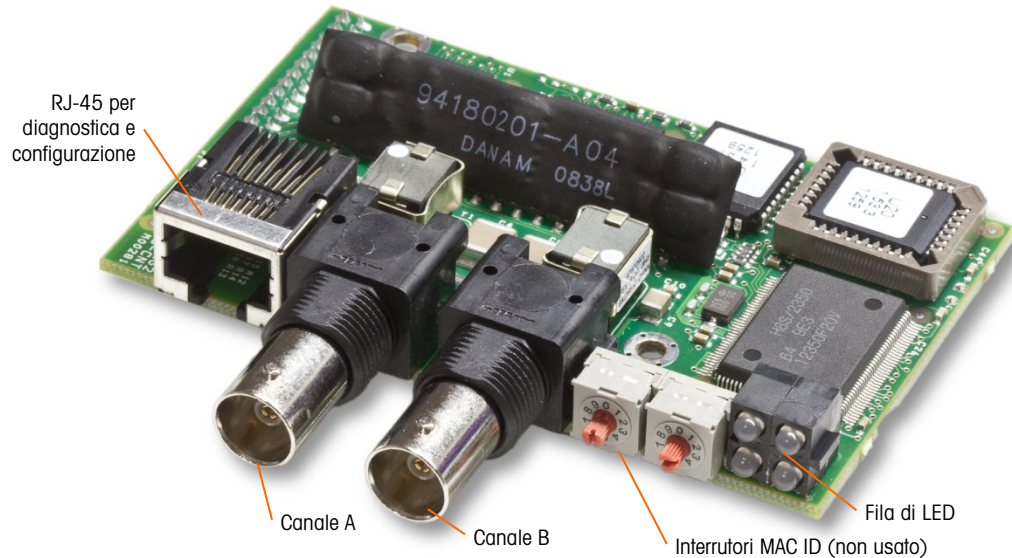
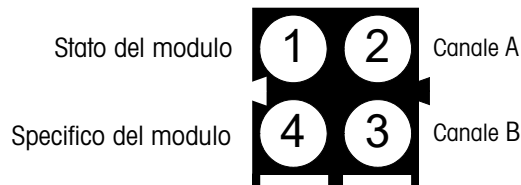
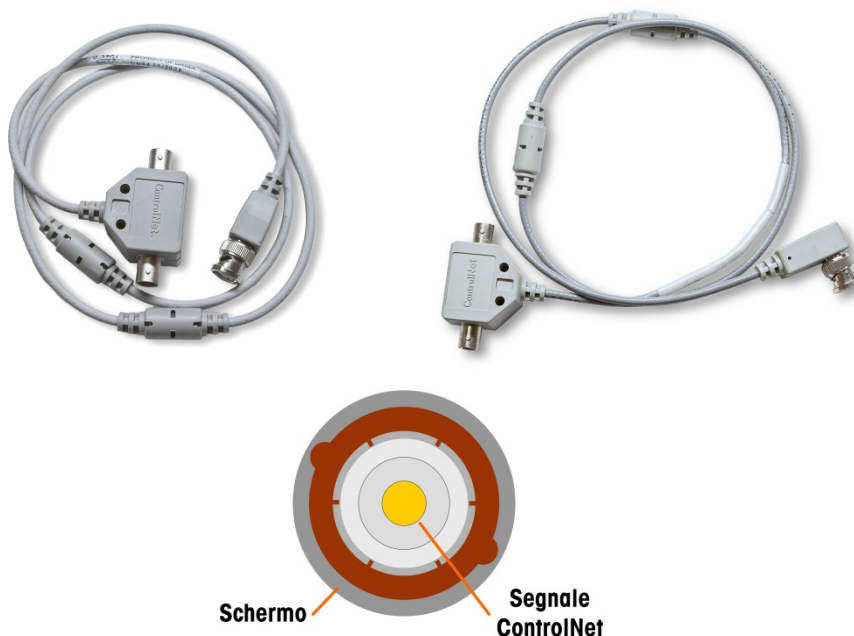

Figura A-99: Connessioni e componenti del modulo PLC ControlNet
Figura A-100: LED degli indicatori di stato ControlNet
Figura A-101: Cavi e connettore ControlNet
Il modulo PLC ControlNet (Figura A-99) collega alla rete ControlNet attraverso uno o due cavi coassiali (Figura A-101). Il Canale B è ridondante con il canale A, e non viene utilizzato a meno che ControlNet non rileva alcun segnale sul canale A. Notare che l'indirizzo del modulo è impostato nel software, e gli interruttori MAC ID indicati in Figura A-99 non sono utilizzati.
- **Non** collegare un cavo Ethernet al connettore RJ-45 mostrato sulla sinistra della Figura A-99. Si potrebbe danneggiare l'unità IND780.
La Figura A-100 mostra la matrice dell'indicatore di stato dei LED sulla scheda ControlNet (vedere anche la Figura A-99).
La Figura A-101 mostra un esempio di cavo ControlNet, e una vista ravvicinata del connettore. Notare che il connettore può essere ad angolo retto o dritto, come illustrato qui.